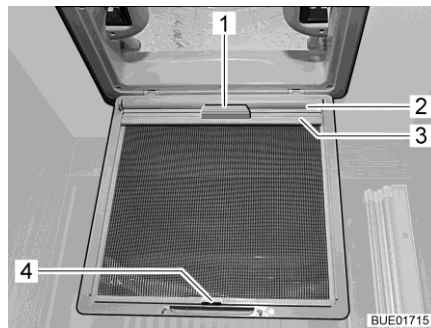

Bild 114 Verdunklungsrollo (Dachhaube)
- Verdunklungsrollo (Bild 114,2) am Griff (Bild 114,1) herausziehen und Halteleiste (Bild 114,3) in den Haken (Bild 114,4) am Insektenschutz einhängen.
- Halteleiste (Bild 114,3) vom Haken (Bild 114,4) lösen und Verdunklungsrollo (Bild 114,2) am Griff (Bild 114,1) langsam zurückführen.